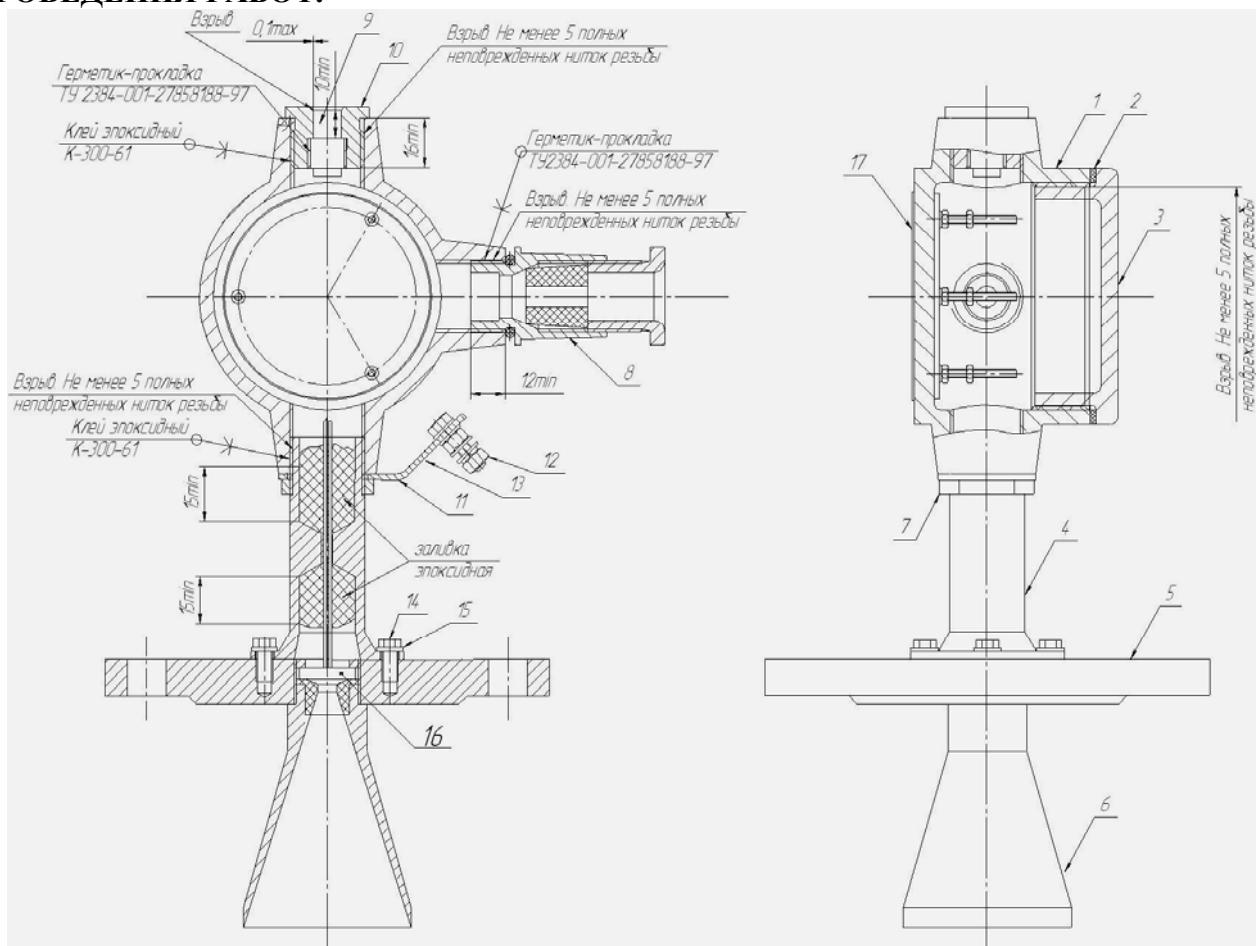

Рис.2. Средства взрывозащиты прибора
Перед монтажом проверить прибор, чтобы на поверхностях, обозначенных словом «Взрыв» (рис. 2), отсутствовали раковины, забоины, трещины и механические повреждения.
К внешней линии прибор присоединяется с помощью штуцера с сальниковым уплотнением поз. 8, (рис. 2). Для этого при помощи ключа снять крышку монтажного отсека с надписью «**ОТКРЫВАТЬ, ОТКЛЮЧИВ ОТ СЕТИ**». Осуществить подключение кабелем, указанным в таблице 2 или аналогичным, в соответствии со схемой рис.4 и таблицей 1 настоящего документа. Использовать ключ для завинчивания / отвинчивания крышек коробки взрывозащищенной КТА серии В(20) ТУ 3464-020-01403939-05.